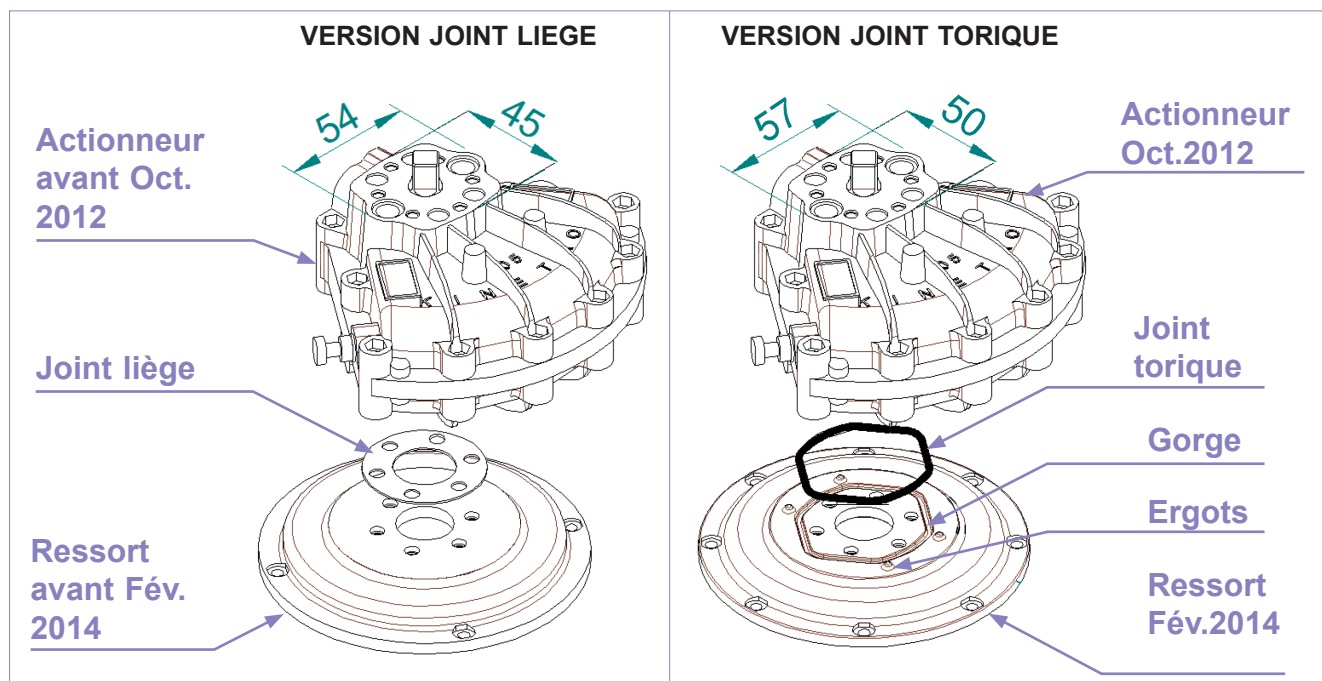

Fig 1
La design concernant l'étanchéité entre ressort et actionneur a été modifié depuis 2014 (cf Fig 1)
- Utilisation d'un joint torique dans une gorge prévue à cet effet (cf Fig 1)